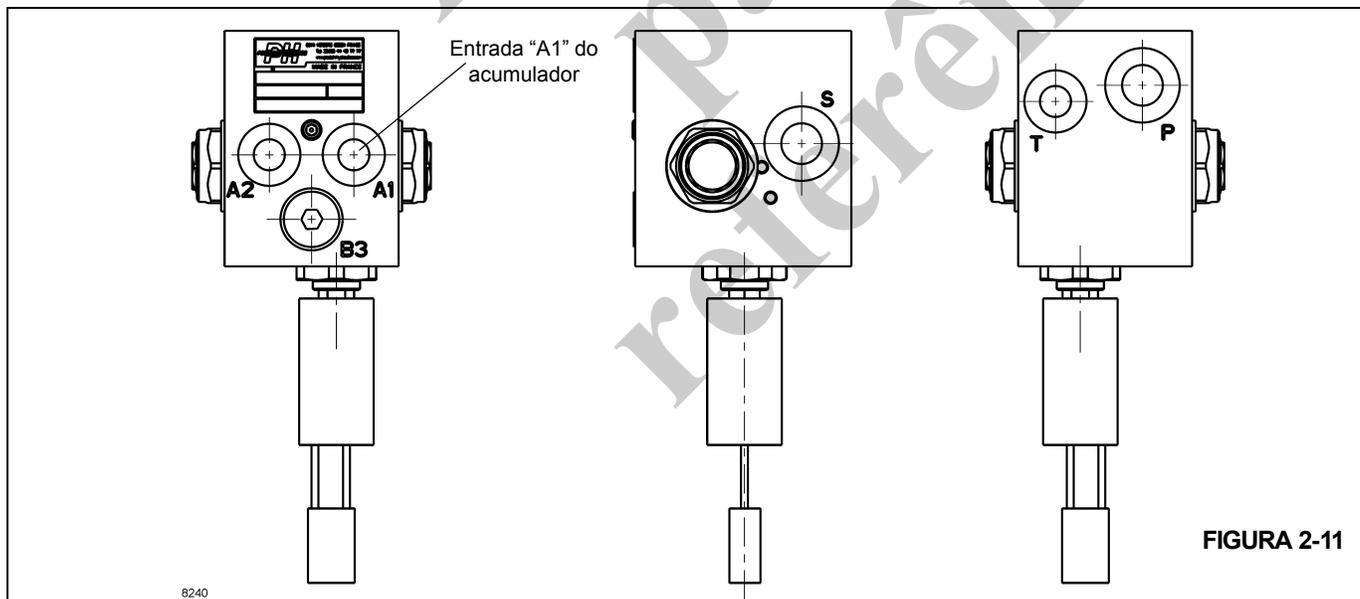

FIGURA 2-11
1. Desconecte a mangueira de pressão do orifício "P" da válvula de carga do acumulador duplo (Figura 2-11) e conecte um manômetro.
2. Instale o diagnóstico de verificação de pressão de desconexão rápida (Parker PD240) com o indicador no bico de teste no Orifício de teste de pressão "A1" da válvula de carga do acumulador duplo do freio (Figura 2-11) na superestrutura.